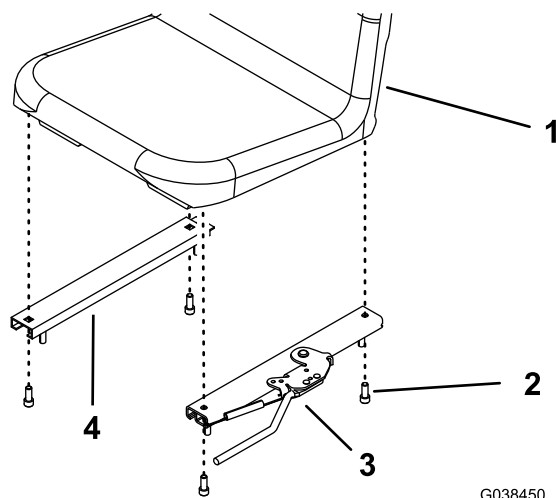

Figura 8
4. Monte los ajustadores izquierdo y derecho en el asiento con 4 pernos (5/16" x 3/4"), tal y como se muestra en la Figura 8.